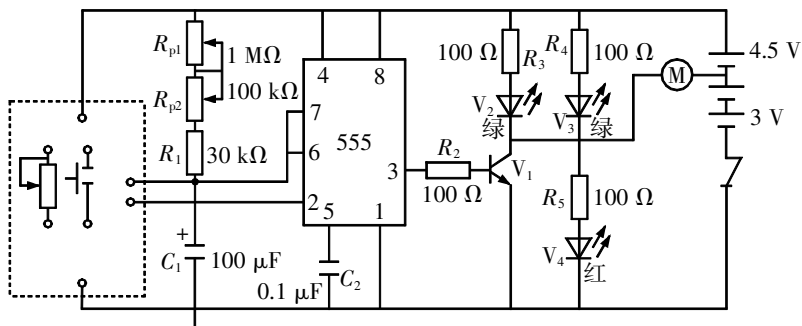

图 3
- (1)小明装配好电路并进行了调试,发现电动机一直不转,下列原因可能的是(单选)_____ (A. 电容 C_1 击穿短路; B. 电容 C_1 断路; C. 电容 C_2 断路; D. 电阻 R_{p2} 短路)。
- (2)小明经过分析,解决了电动机不转的问题,但发现电动机运转的时间太短,需要对电路进行调整,他应该(单选)_____ (A. 把 R_{p1} 滑动端往上调; B. 把 R_{p1} 滑动端往下调; C. 把 R_{p2} 滑动端往下调)。
- (3)小明在装配电路的过程中,不小心把单刀双掷开关弄坏了,他手头只有一个单刀单掷开关和一个轻触开关,于是他对电路进行了重新设计,请在图 3 的虚线框中连接电路,使其能够实现原来的功能(按一下轻触开关,机器人能行走一段时间停止)。